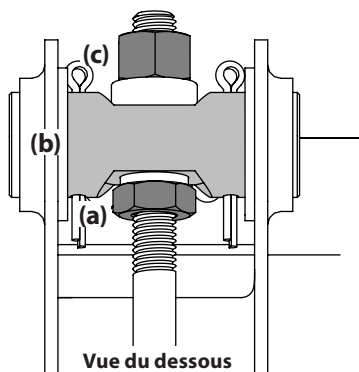

Figure 4-8
5. Pour relever le devant du plateau de coupe, desserrez les écrous autobloquants (a) à l'avant des axes de pivot (b) à l'aide d'une clé. Ensuite, serrez les contre-écrous (c) situés à l'arrière des axes de pivot pour relever le devant du plateau de coupe et le maintenir en place. Voir Figure 4-8.
6. Pour abaisser le devant du plateau de coupe, desserrez les contre-écrous (c) à l'arrière des axes de pivot (b) à l'aide d'une clé. Ensuite, serrez les écrous autobloquants (a) à l'avant des axes de pivot pour abaisser le devant du plateau de coupe et le maintenir en place. Voir Figure 4-8.